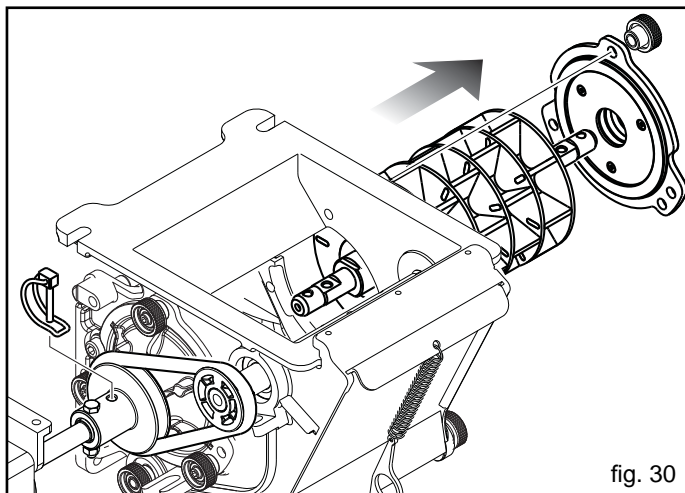

fig. 30
- 2) Estrarre il rullo dosatore (Fig. 30) come descritto ed indicato in precedenza.